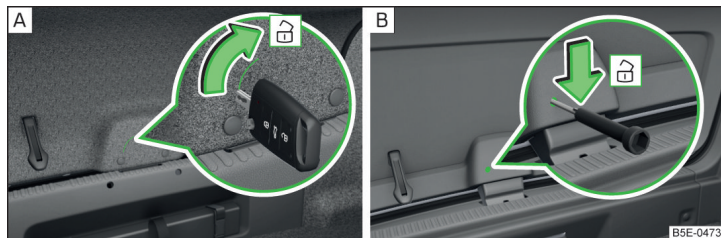

Fig. 215 Descuierea de urgență: Varianta 1/varianta 2
- Introduceți cheia autovehiculului sau o sculă similară, până la capăt, în degajarea din capitonaj » fig. 215 - **A**.
- În orificiul din capitonaj » fig. 215 - **B**, introduceți până la limită o șurubelniță sau o altă unealtă similară.